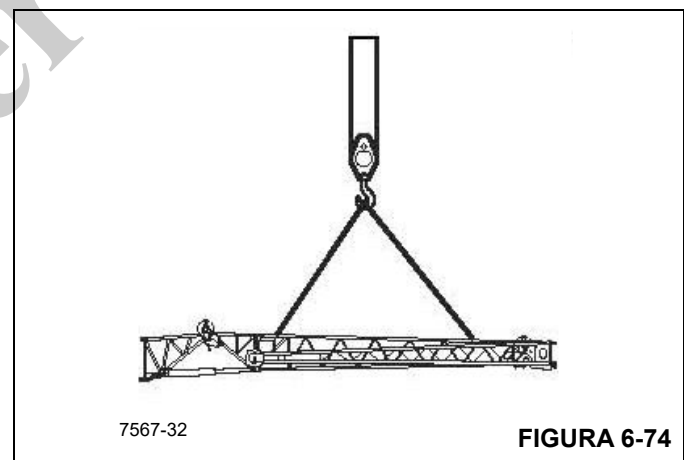

FIGURA 6-74
5. Utilizando una eslinga fijada a una grúa auxiliar, eleve la extensión delante de la pluma principal (Figura 6-74).